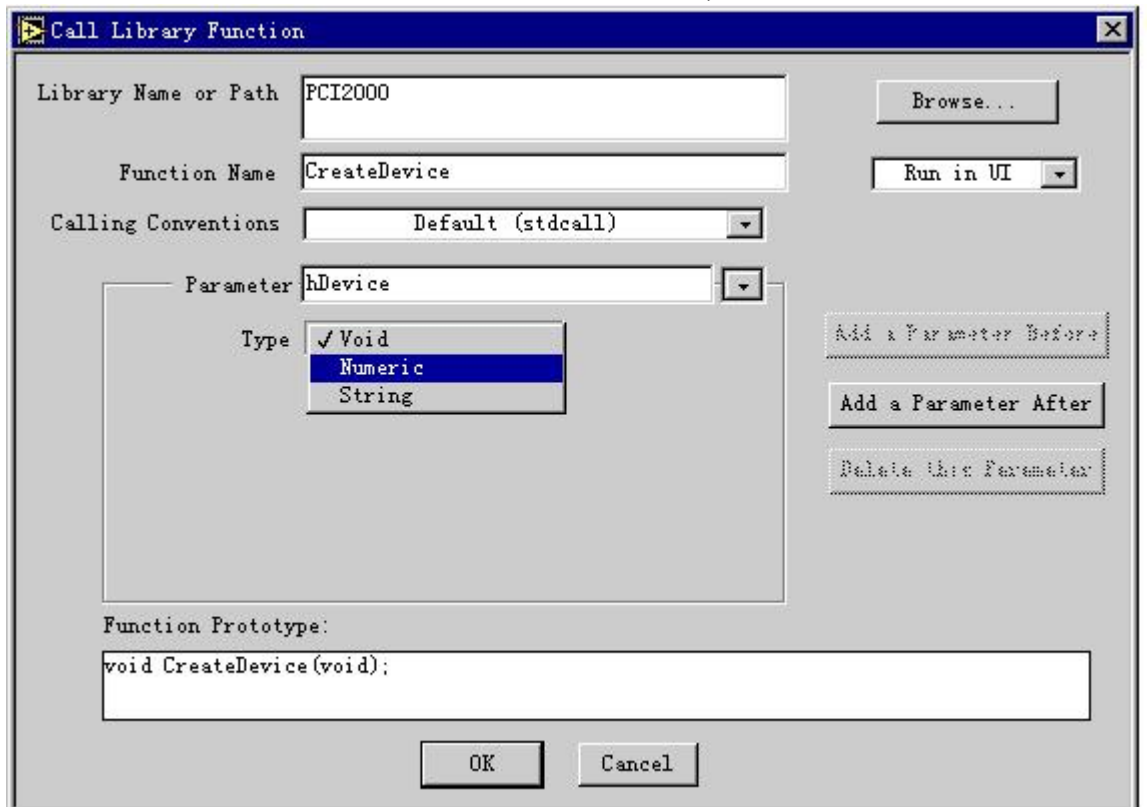

图 16 选择的参数确定基本类型
- 5.在 Type 下拉列表框中选择以确定以上返回值的类型，此处选择 Numeric，如图 16